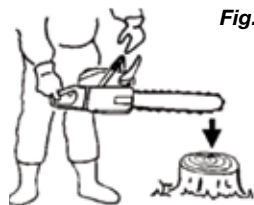

Fig. 4
- 2) Hold motorsaven lodret, slip din hånd fra det forreste håndtag, ram spidsen af sværdet på en stub eller et stykke træ, og se at bremsen fungerer. Funktionsniveau varierer efter sværdets størrelse. (Se fig. 4)